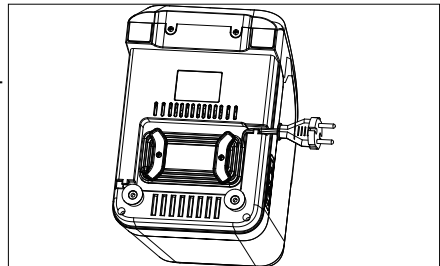

Abb. 22
- ▶ Wickeln Sie das Kabel an der Kabelaufwicklung (6) wie in der Abbildung 22 dargestellt an der Geräteunterseite auf und führen Sie das Kabelende durch die seitliche Kabeldurchführung (5).